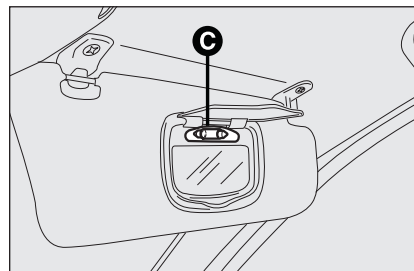

fig. 46
- sostituire la lampada **C-fig. 46** svincolandola dai contatti laterali, accertandosi che la nuova lampada risulti correttamente bloccata tra i contatti stessi.